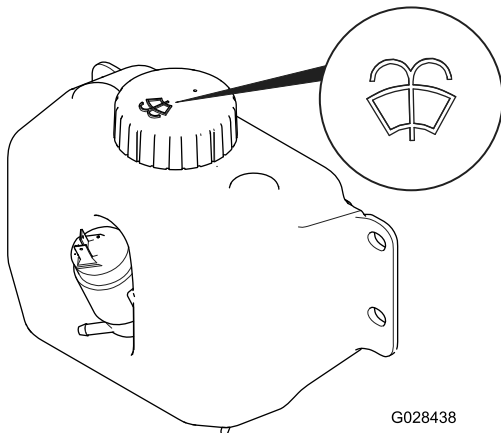

Figura 52
2. Abra el capó y localice el depósito del líquido del parabrisas (Figura 52).